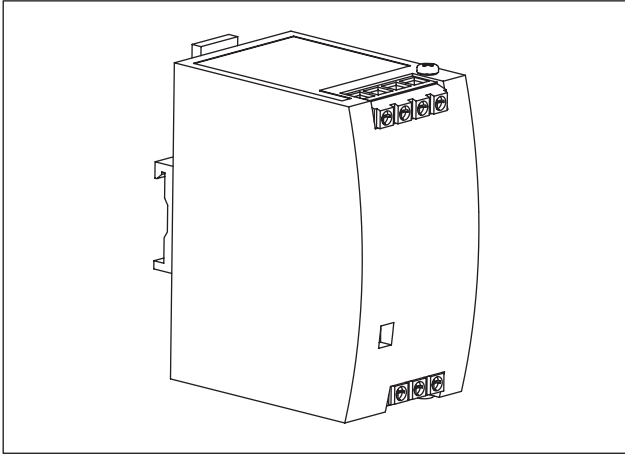

Abb. 13 Neues Netzteil
14. Suchen Sie im Schaltgerät in der Nähe des Brückengleichrichters (Abb. 12/2) auf einer vorhandenen Hutschiene einen entsprechend großen Platz für das neue Netzteil (Abb. 13). Falls Sie auf den vorhandenen Hutschiene keinen entsprechend großen Platz für das neue Netzteil finden, müssen Sie folgende Arbeitsschritte zusätzlich durchführen:
15. Befestigen Sie das neue Netzteil (Abb. 13) auf der Hutschiene.
Markieren Sie für das spätere Anschließen des neuen Netzteils (Abb. 13) die Klemmleiste + und - im Schaltgerät. An der Klemmleiste + und - sind zurzeit die beiden vorhandenen blauen Einzeladern (Abb. 12/1) des vorhandenen Brückengleichrichters (Abb. 12/2) angeschlossen.